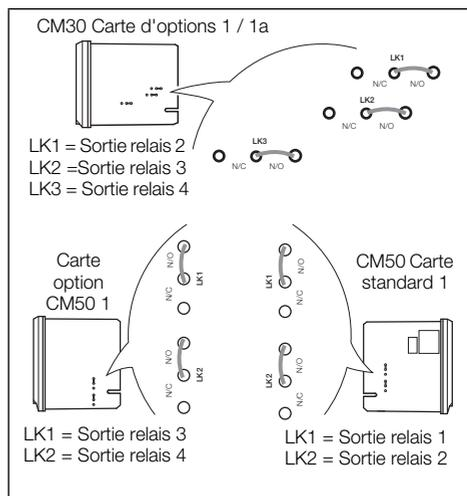

Fig. 4.12 Liaisons de cavalier pour sorties de relais
1. Les liaisons associées aux sorties de relais sont représentées à la Fig. 4.12.